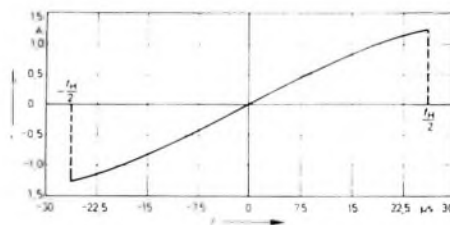

Bild 4. Form des Ablensstroms i für lineare Ablenkung auf einer Bildrohre A 59-12 W
b) Den für eine dem Beobachter in einer Entfernung vom Fünffachen der Bildschirmdiagonale linear erscheinende Ablenkung erforderlichen Strom i durch das Ablenssystem zeigt Bild 4. Die Kurvenform läßt sich einfach gewinnen, wenn man aus dieser Entfernung einen Maßstab auf den Bildschirm projiziert und den für die Auslenkung des Elektronenstrahls in diesem Maßstab benötigten Strom mißt. Die gefundene Kurve läßt sich leicht durch eine Sinusfunktion annähern, wenn man berücksichtigt, daß die Kurve in der Hinlaufzeit $t_H = 52,5 \text{ µs}$ (die Rücklaufzeit ist $t_R = 11,5 \text{ µs}$, die gesamte Zeilenperiode $t_H + t_R = 64 \text{ µs}$) durchlaufen wird. Eine Bildüberschreitung von 8% ist eingerechnet. Die Annäherung lautet
$\frac{di}{dt} \Big|_{t=0}$ liefert die Funktion nach Bild 4. U_{C0} läßt sich aus der Bedingung $A_1 = A_2$ errechnen (zugeführte gleich abgeführte Ladung, Spannung an C_1 im zeitlichen Mittel konstant). Man erhält so